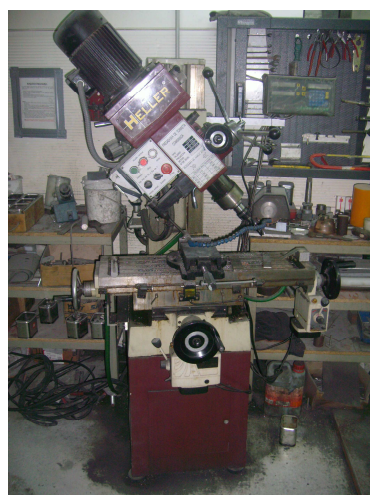

Figura 4: fresadora con nonius digital
- El fresado, mediante la fresadora de la figura 4.